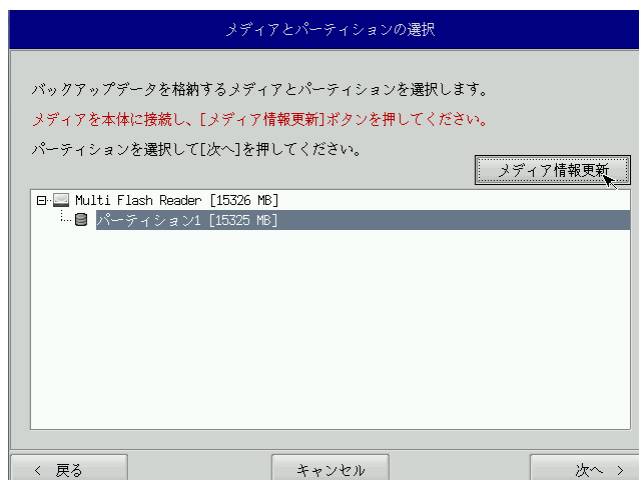

図 6-4-1. メディアとパーティション選択画面
- ⑤ メディアとパーティション選択画面（図 6-4-1）が表示されます。本体にメディアを接続し、[メディア情報更新]ボタンを押してください。バックアップファイルを保存するメディアのパーティションを選択し、[次へ]ボタンを押します。